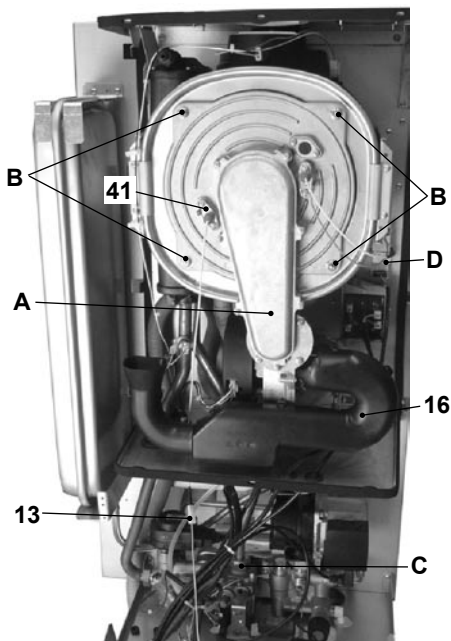

Figura 9.6
Rimozione del gruppo bruciatore ventilatore A in Figura 9.6.
- Rimuovere i dadi B ed estrarre il gruppo bruciatore ventilatore A in Figura 9.6.
- L'elettrodo di rivelazione 41 in Figura 9.6 funge anche da sensore per il corretto scarico della condensa. Se l'acqua di condensa non dovesse defluire correttamente e quindi arrivare a bagnare l'elettrodo di rivelazione, questo manda in blocco di sicurezza la caldaia. Pertanto se si trova la coibentazione bagnata o deteriorata provvedere alla sostituzione.
Per rimontare eseguire le operazioni effettuate in senso inverso, facendo attenzione a non rovinare la guarnizione OR del tubo gas quando si inserisce il tubo nell'aerotech ed eseguire la prova di tenuta gas dopo aver stretto bene il girello del tubo gas (C in Figura 9.6).